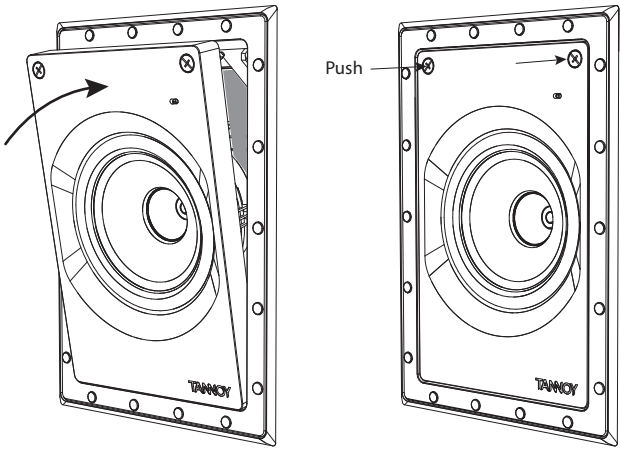

Fig. 13. Installing the Loudspeaker Assembly into the Frame
2. Przytrzymaj zestaw głośników pod kątem i dopasuj dwa wystające zaczepy na jego dolnej krawędzi do dwóch odpowiednich szczelin w ramie (rys. 13).